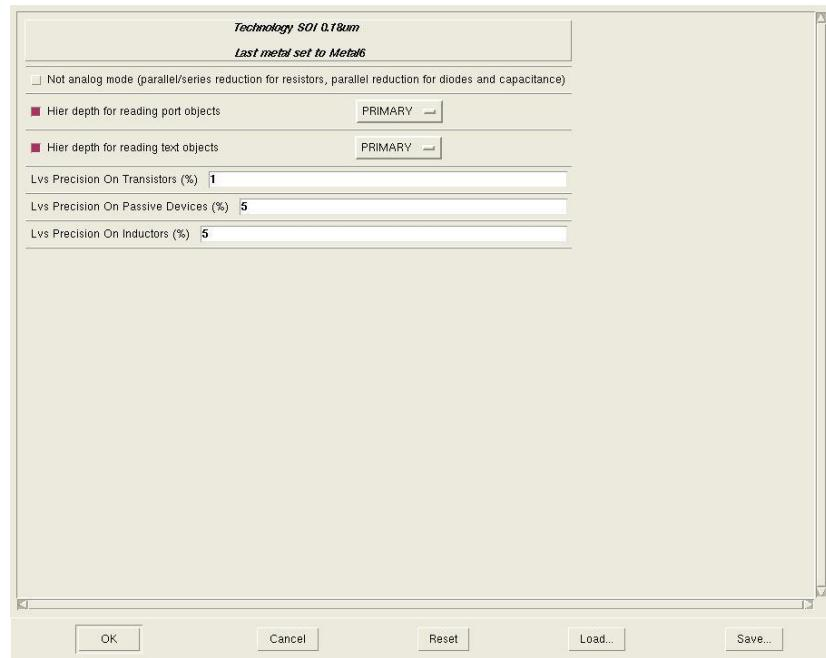

Рис. 9.7. Конфигурационное окно Calibre для LVS-проверки.
- 3) В появившемся окне конфигурирования можно задать необходимые установки для запуска LVS-проверки и нажать кнопку “OK”. В данной версии КСП введена возможность установки необходимой точности при сравнении параметров соответствующих устройств (рис. 9.7).
- 3) В появившемся окне конфигурирования можно задать необходимые установки для LVS-проверки, проводимой в ходе экстракции и нажать кнопку “OK” (см. рис. 9.7). Описание ключей приведено в разделе 9.2.1